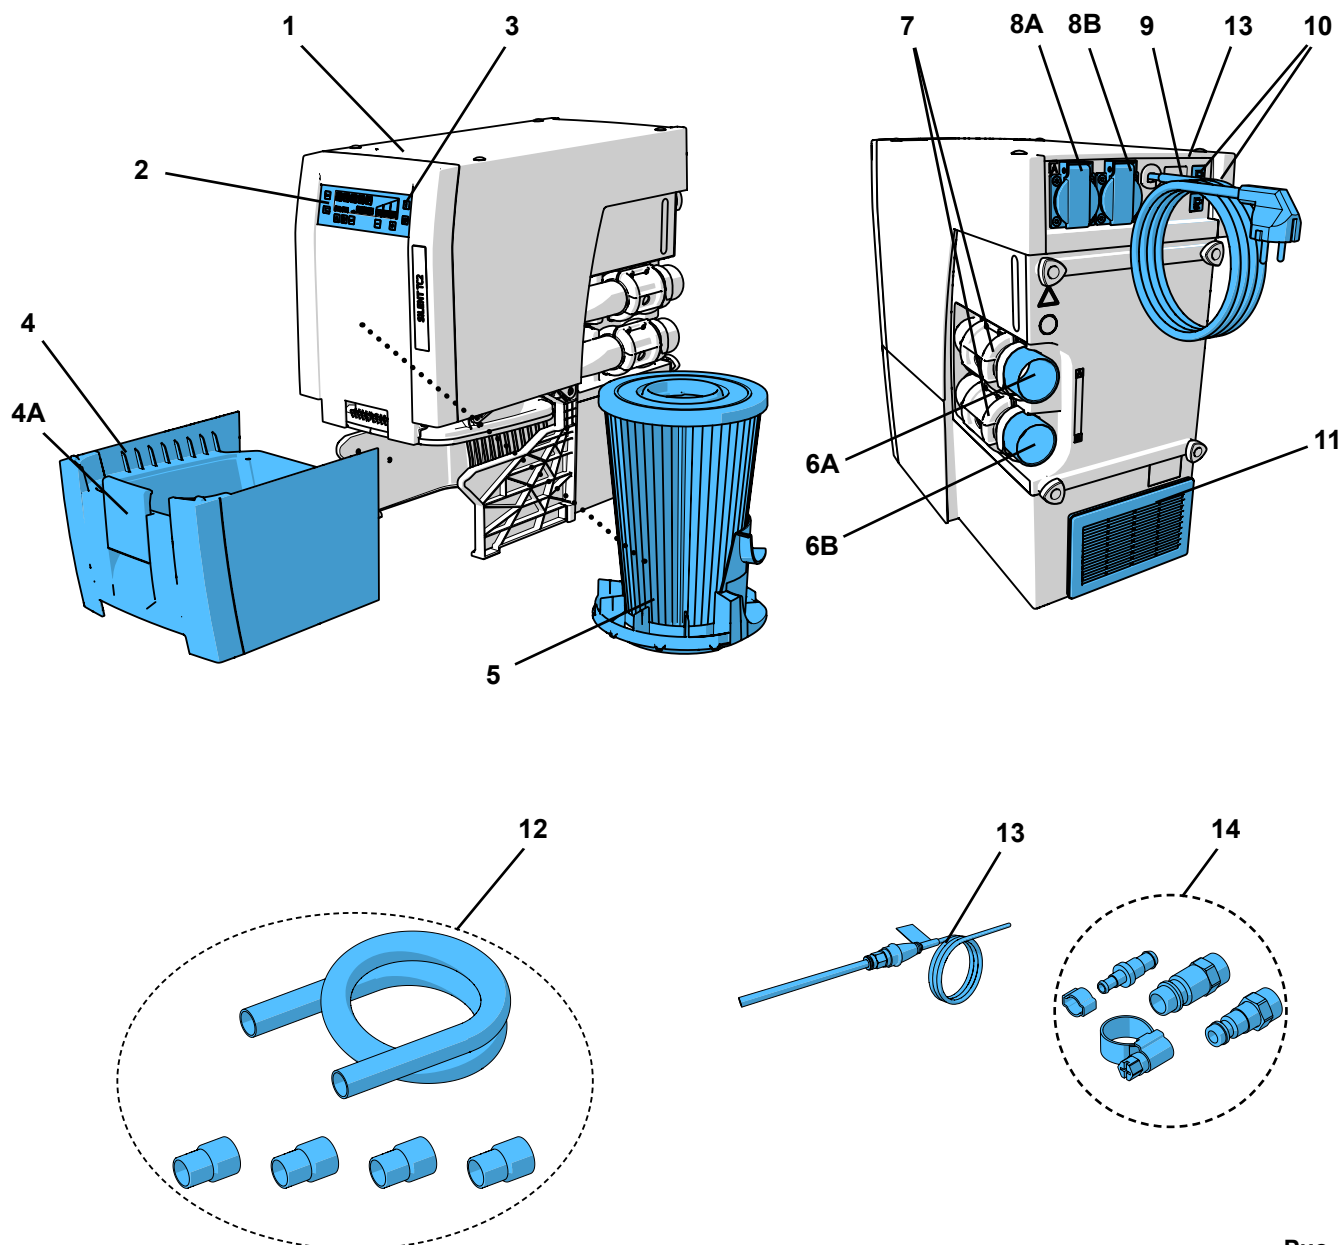

Рис. 1
- выходу отработанному воздуху 11, Рис. 1) ничего не препятствовало.
- Отверстие на задней стенке шкафа (В), мин. 250 x 120 мм, непосредственно напротив выхода отработанного воздуха (11, Рис. 1).
⇒ Шнур питания (9, Рис. 1) раскатать и штекер вставить в розетку электросети здания.
⇒ Подобрать подходящую муфту для шланга из прилагаемого комплекта для подключения (14, Рис. 1) и установить на конец шланга.